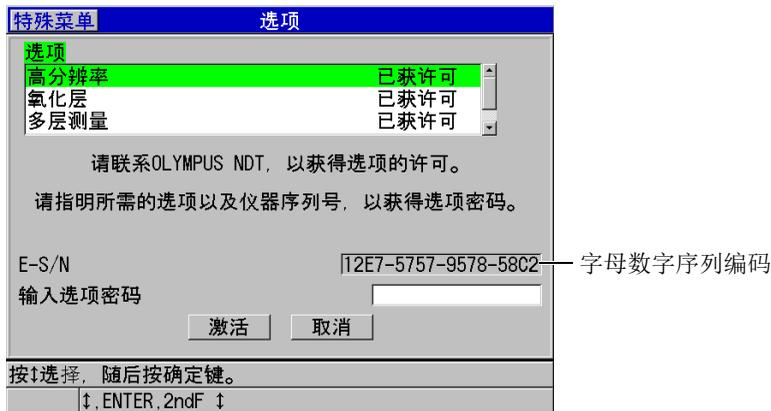

图 7-1 用于激活软件选项的选项屏幕
3. 请记录出现在**选项**屏幕中（参见第 94 页的图 7-1）的 S/N（序列号）栏中的 16 位字母数字序列编码。
5. 在**选项**屏幕中（参见第 94 页的图 7-1）：